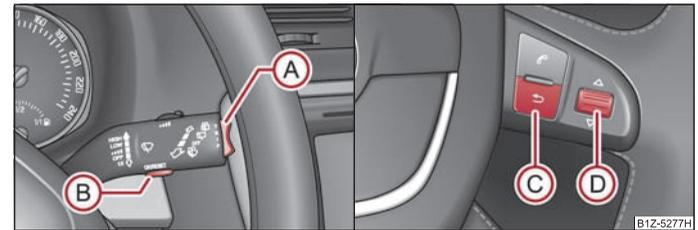

Fig. 20 Écran d'informations: Eléments de commande sur la manette des essuie-glaces / éléments de commande sur le volant multifonctions
- Vous pouvez activer le **MAIN MENU (MENU PRINCIPAL)** en appuyant pendant plus d'1 seconde sur l'interrupteur **(A)** ⇒ fig. 20.
- Vous pouvez activer le **MAIN MENU (MENU PRINCIPAL)** en appuyant pendant plus d'1 seconde sur la touche **(C)** ⇒ fig. 20.